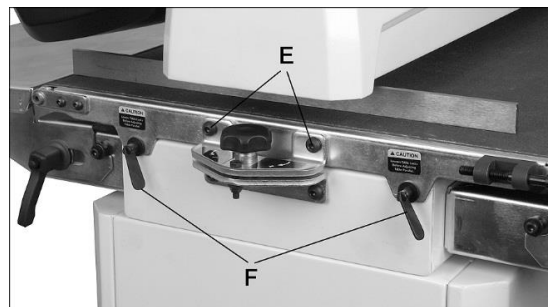

Рис. 9-3
6. Открутите два винта, которые крепят стол транспортера к выравнивающему кронштейну (Е, Рис. 9-3).
7. Ослабьте две запорные ручки (F).